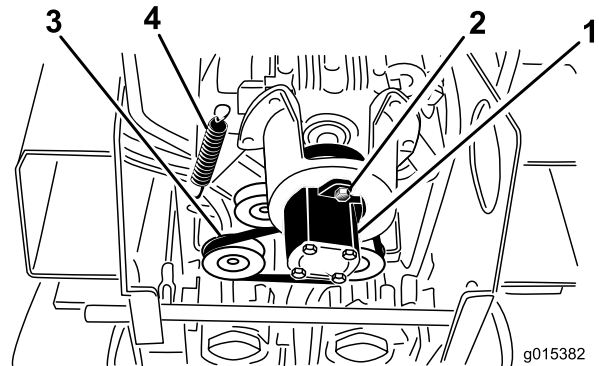

Bild 53
5. Lösen Sie die zwei Pumpenschrauben (Bild 53).
6. Drehen Sie die Pumpe nach links und lassen Sie sie nach unten, von der Riemenscheibe weg, ab (Bild 53). Stellen Sie sicher, dass sich die Spinnenkupplung mit der Pumpe absenkt.
7. Ziehen Sie das Ende der Spanscheibe mit einem Federzieher (vom offiziellen Vertragshändler erhältlich) oder einem starren Metallhaken von der Federschraube, um die Riemenspannung zu lösen (Bild 53).